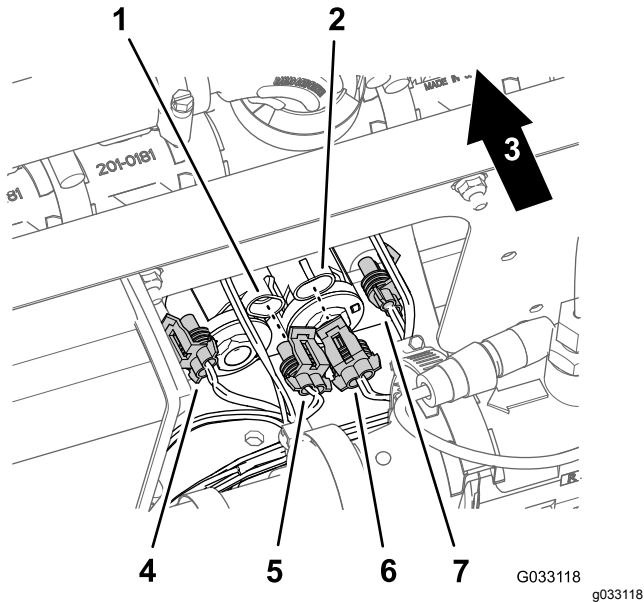

Bild 177
- Ziehen Sie den 2-Stift-Stecker des Kabelbaums für das Sonic Boom-Finishingkit (Bild 177) vom 2-Stift-Stecker Stromspulen des Hubzylinderverteilers wie folgt ab: